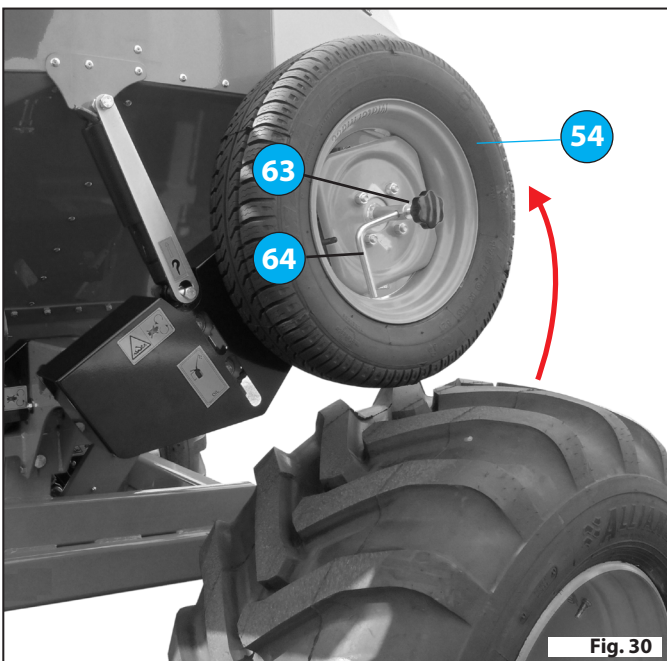

Fig. 30
- Unieść koło przenoszące napęd **54** "Fig. 30"